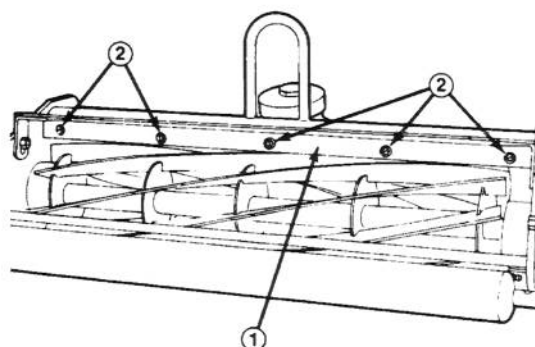

Figure 9
1. Desserrez les vis fixant la barre supérieure (Fig.9). Insérez une jauge d'épaisseur de 0,060" entre le dessus du tambour et la barre, et resserrez les vis (Fig.9). Vérifiez que la barre et le tambour sont à égale distance par rapport à l'ensemble du tambour.